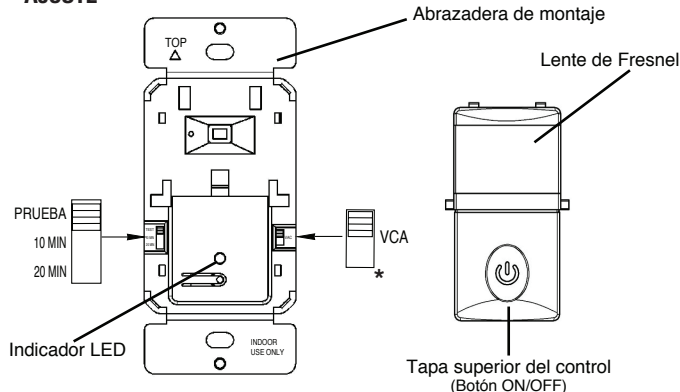

Figura 4
- Seleccione la opción Tiempo de retardo, cualquiera de las pruebas de 15 segundos, 10 minutos o 20 minutos (consulte la Figura 4).
\*NOTA: Si el conmutador de banda está en la posición en blanco (como se muestra en la Figura 4), la función del sensor está deshabilitada.